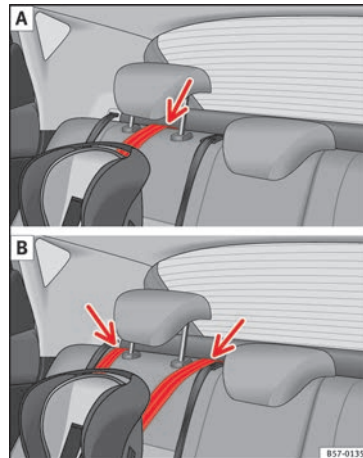

Fig. 33 Correa de sujeción: ajuste y montaje en función del cinturón Top Tether.
- Coloque la correa por debajo del apoyacabezas del asiento posterior » **fig. 33** (en función de las instrucciones de la propia silla, levante o retire el apoyacabezas si fuera necesario).